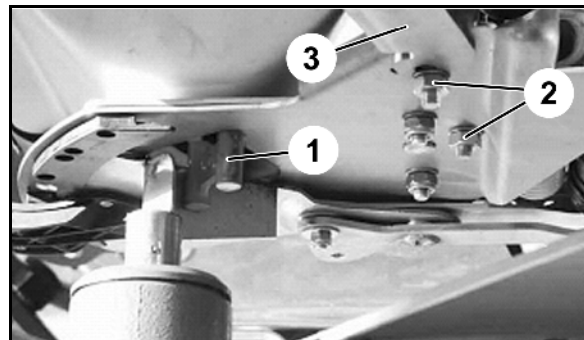

図 9
1. サーボモーターコンソール (図 9/3) の取り付けボルト (図 9/2) を外します。
2. 設定ゲージ (図 9/1) を排出口に差し込みます。
3. サーボモーターコンソール (図 9/3) を設定ゲージに対して旋回させ、取り付けボルト (図 9/2) を再び締め付けます。